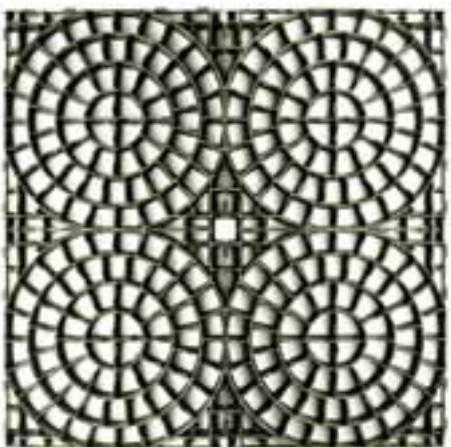
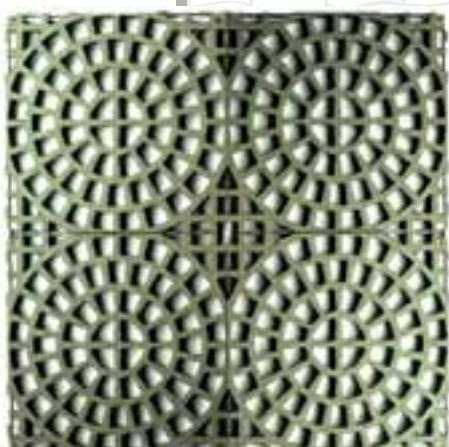

Fig. 15 Lato carrabile
Fig. 16 Lato pedonale
**PRATOPRATICO®** è l'unica pavimentazione ad offrire un duplice e intercambiabile profilo; più sottile da un lato (Fig. 15, per destinazioni carrabili con finitura a prato o ghiaia) e più marcato e ornamentale dall'altro (Fig. 16, pedonale con finitura solo a prato). In questo secondo caso la superficie d'appoggio più estesa e l'assenza di spigoli vivi offre la possibilità di camminarvi addirittura a piedi nudi.